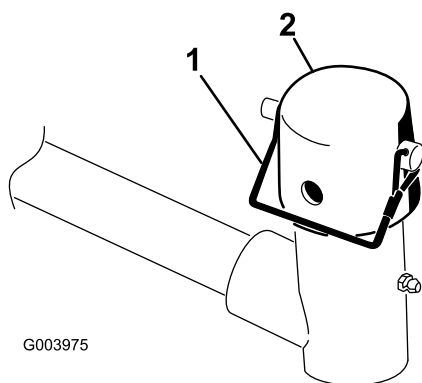

Figura 10
7. Togliete il perno di ritenuta e il cappuccio dalla forcella del braccio di sollevamento (Figura 10).
11. Fissate il cappuccio e l'albero del telaio portante alla forcella del braccio di sollevamento con il perno di ritenuta. Per avere un elemento di taglio sterzante usate la fessura, oppure usate il foro se l'elemento di taglio deve essere bloccato (Figura 10).